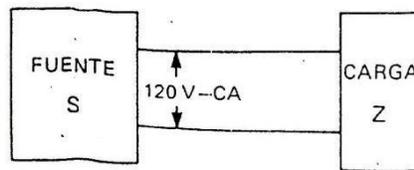

Figura 6
- Se conecta una carga eléctrica Z a las terminales de una fuente de 120 volts c-a. Vea la figura 6 y 7. Muestre la dirección del flujo de energía real y reactiva, si Z está compuesta de: